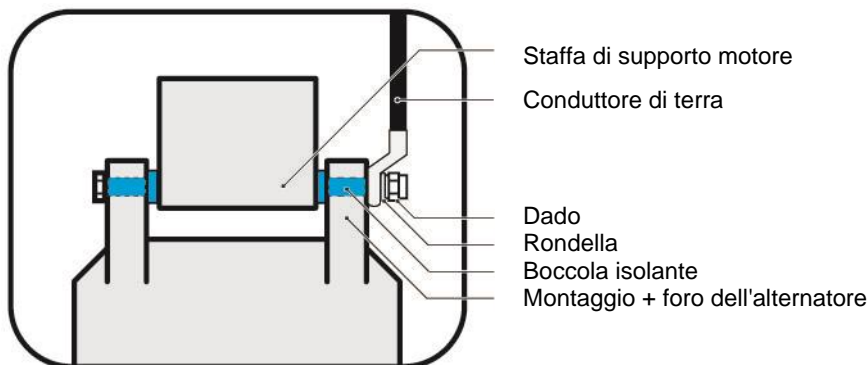

Figura 11: Vista dettagliata della connessione
- In caso di alternatore Alpha Compact: a prescindere dal fatto che l'alternatore sia montata in modo isolato o non isolato, è **OBBLIGATORIO** posare un conduttore di terra da uno dei punti di montaggio dell'alternatore alla messa a terra elettrica. Se non si utilizzano boccole isolanti, è possibile utilizzare uno dei bulloni di fissaggio. Se si utilizzano boccole isolanti, fare riferimento alla Figura 11 a pagina 15.